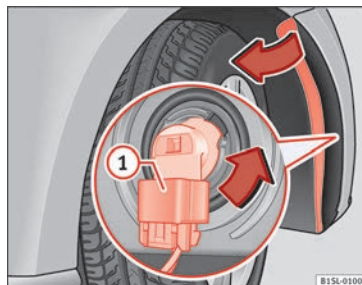

Fig. 87 Sostituzione delle lampadine dei fari.
4. Sbloccare il connettore ►► **fig. 87** **1** e rimuoverlo.
5. Girare il portalampada ►► **fig. 87** nella direzione della freccia, **in senso antiorario** fino a fine corsa ed estrarlo insieme alla lampadina, tirando all'indietro.